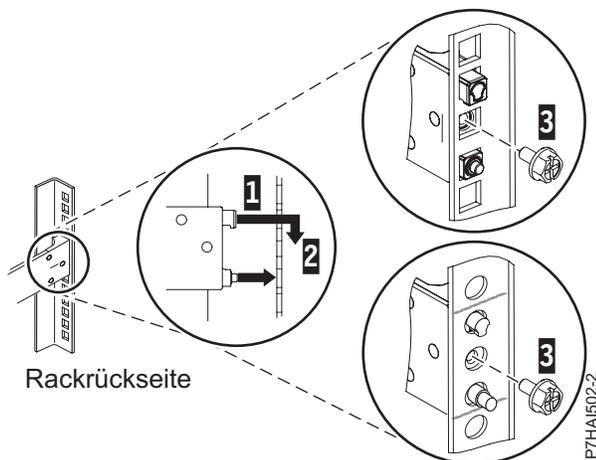

Abbildung 4. Stifte an den Bohrungen in der Rückseite des Racks ausrichten und einrasten
3. Richten Sie die zwei Stifte an der Rückseite der Schiene an den zuvor markierten oberen und unteren Bohrungen in der ausgewählten Einheit aus, die zuvor markiert wurden. Ziehen Sie die Schiene zu sich, um die zwei Stifte in die Rackbohrungen (1) einzusetzen und senken Sie die Schiene ab (2), so dass der obere Stift einrasten kann, wie in Abb. 4 dargestellt. Stellen Sie sicher, dass die zwei Stifte durch die Rackbohrungen herausragen, bevor Sie mit dem nächsten Schritt fortfahren.